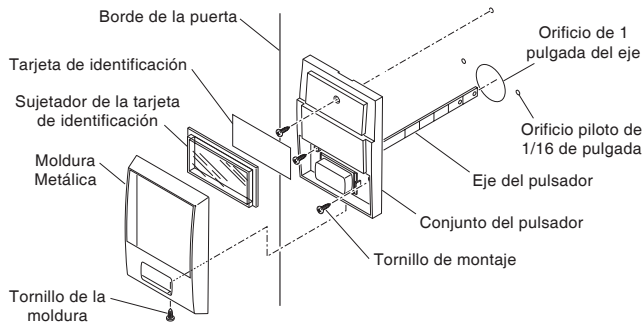

Figura 1 - Acople del conjunto pulsador a la puerta
2. Usando la plantilla provista, marque la ubicación de los orificios de montaje paralelos al borde de la puerta (Vea la Figura 1). Nota: Es importante que los orificios están paralelos al borde de la puerta para que la campana funcione correctamente.
Vea en la figura 1 el ensamble del pulsador. Nota: Si al pulsador se lo ubica en un área expuesta a la lluvia, antes de acoplar el pulsador a la puerta, calafatee alrededor de los orificios de 1 pulgada.
1. Retire del conjunto pulsador el tornillo de la moldura, la moldura metálica, el sujetador de la tarjeta de identificación y la tarjeta para ubicar los orificios de montaje (Vea la figura 1).
2. Inserte el eje del pulsador en los orificios taladrados hasta que el conjunto pulsador tope con la cara de la puerta. Acople usando los tres tornillos de montaje provistos (Vea la figura 1).
4. Coloque la moldura metálica sobre el conjunto pulsador y sobre el sujetador de la tarjeta de identificación. Asegure la moldura con el tornillo (Vea la figura 1).